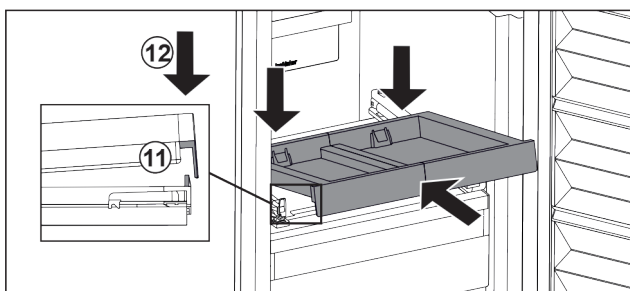

Fig. 173
- ▶ Schräg einschieben. Darauf achten, dass auf beiden Seiten der Anschlag hinter der Lasche ist. Fig. 173 (11)
- ▶ Auszugsbord vorne absetzen. Fig. 173 (12)